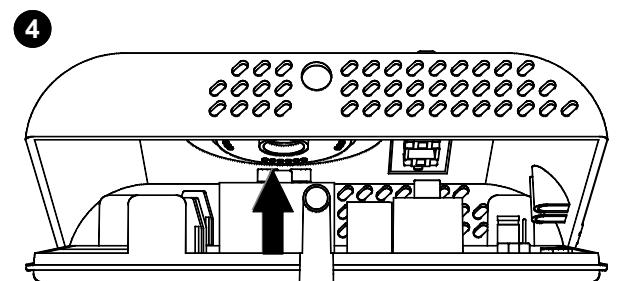

Fig. 5 - Abb. 5
- ❹ Tourner la calotte en exerçant une légère pression jusqu'à l'extraire complètement (Fig. 5).
- ❹ Ruotare la calotta esercitando una leggera pressione fino ad estrarla completamente (Fig. 5).